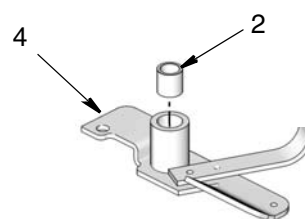

FIG. 12
- g. Installare il cuscinetto (2) nella pala (4) come in FIG. 12.